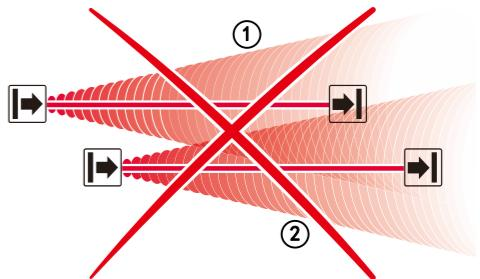
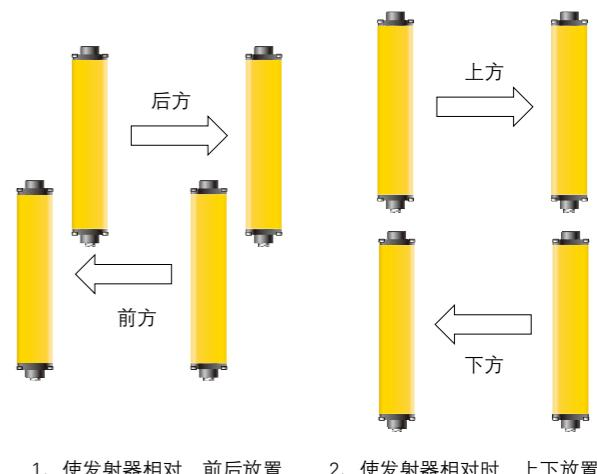

图 8-4 避免系统①和系统②之间相互干扰示意图
图 8-5 防止光栅与光栅之间相互干扰的安装位置示意图
当两套或多套光栅装置的安装位置相邻时，光栅装置之间容易产生相互干扰，如图 8-4 所示，系统①发射单元的红外线光可能影响到系统②的接收单元。这可能会干扰系统②的防护功能，这意味着操作人员处于危险之中，因此需参照图 8-5 安装。即在没有挡光隔板的情况下应避免相邻光栅安装于同一侧，否则发射器发出的光线容易照射到邻近的另一套接收器上。（■为发射器，■为接收器）